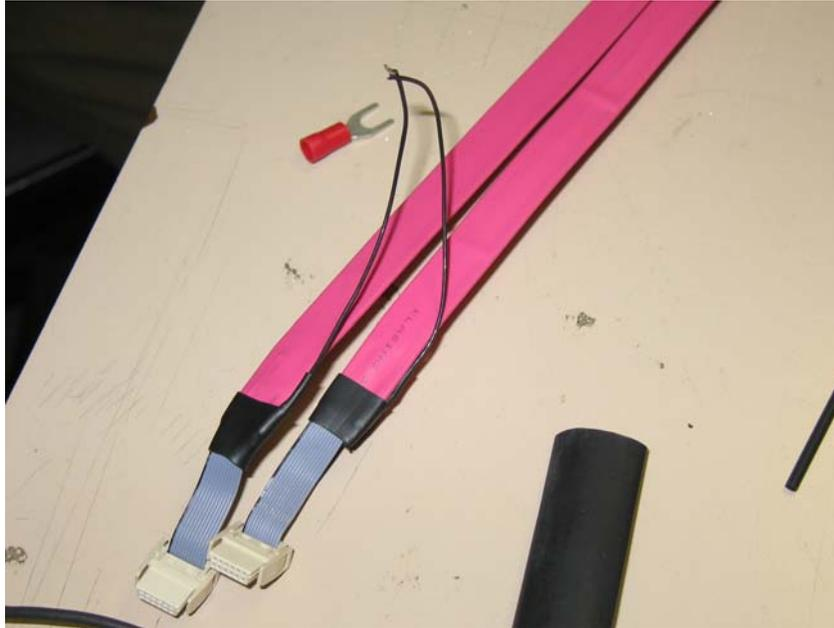

Figura 5: particolare della procedura di restringimento della gomma termorestringente
Step 8: inserire la gomma termorestringente larga per coprire la zona al limite della gomma rosa, così da prendere dentro anche il cavo con la gomma piccola nera. Questo cavo va piegato in direzione opposta al connettore bianco (vedi Figura 5) Fare restringere col phon.